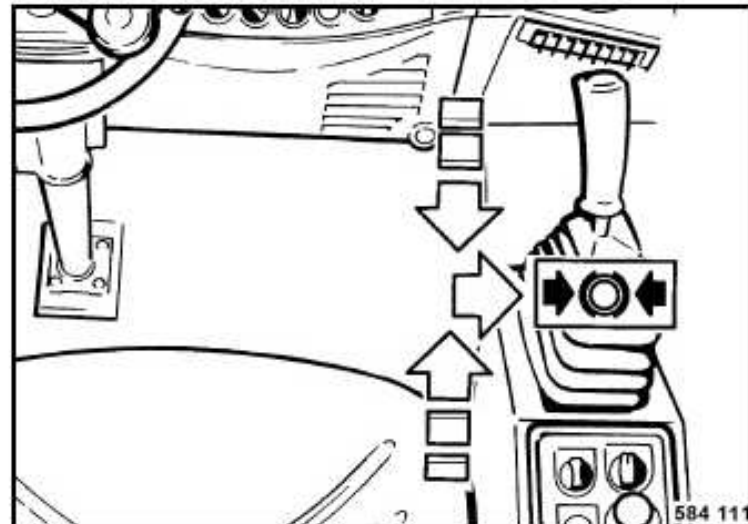

Fig. 37
- Comprobar si la palanca de marcha (Fig. 37) está encajada hacia la derecha en posición de frenado.